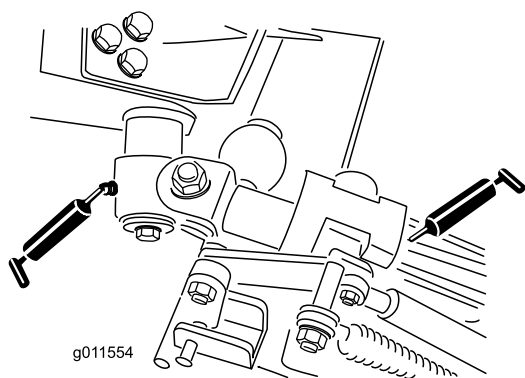

Figura 72
- Dois casquilhos da articulação da alavanca (Figura 72)
- Quatro casquilhos do braço traseiro (Figura 72)